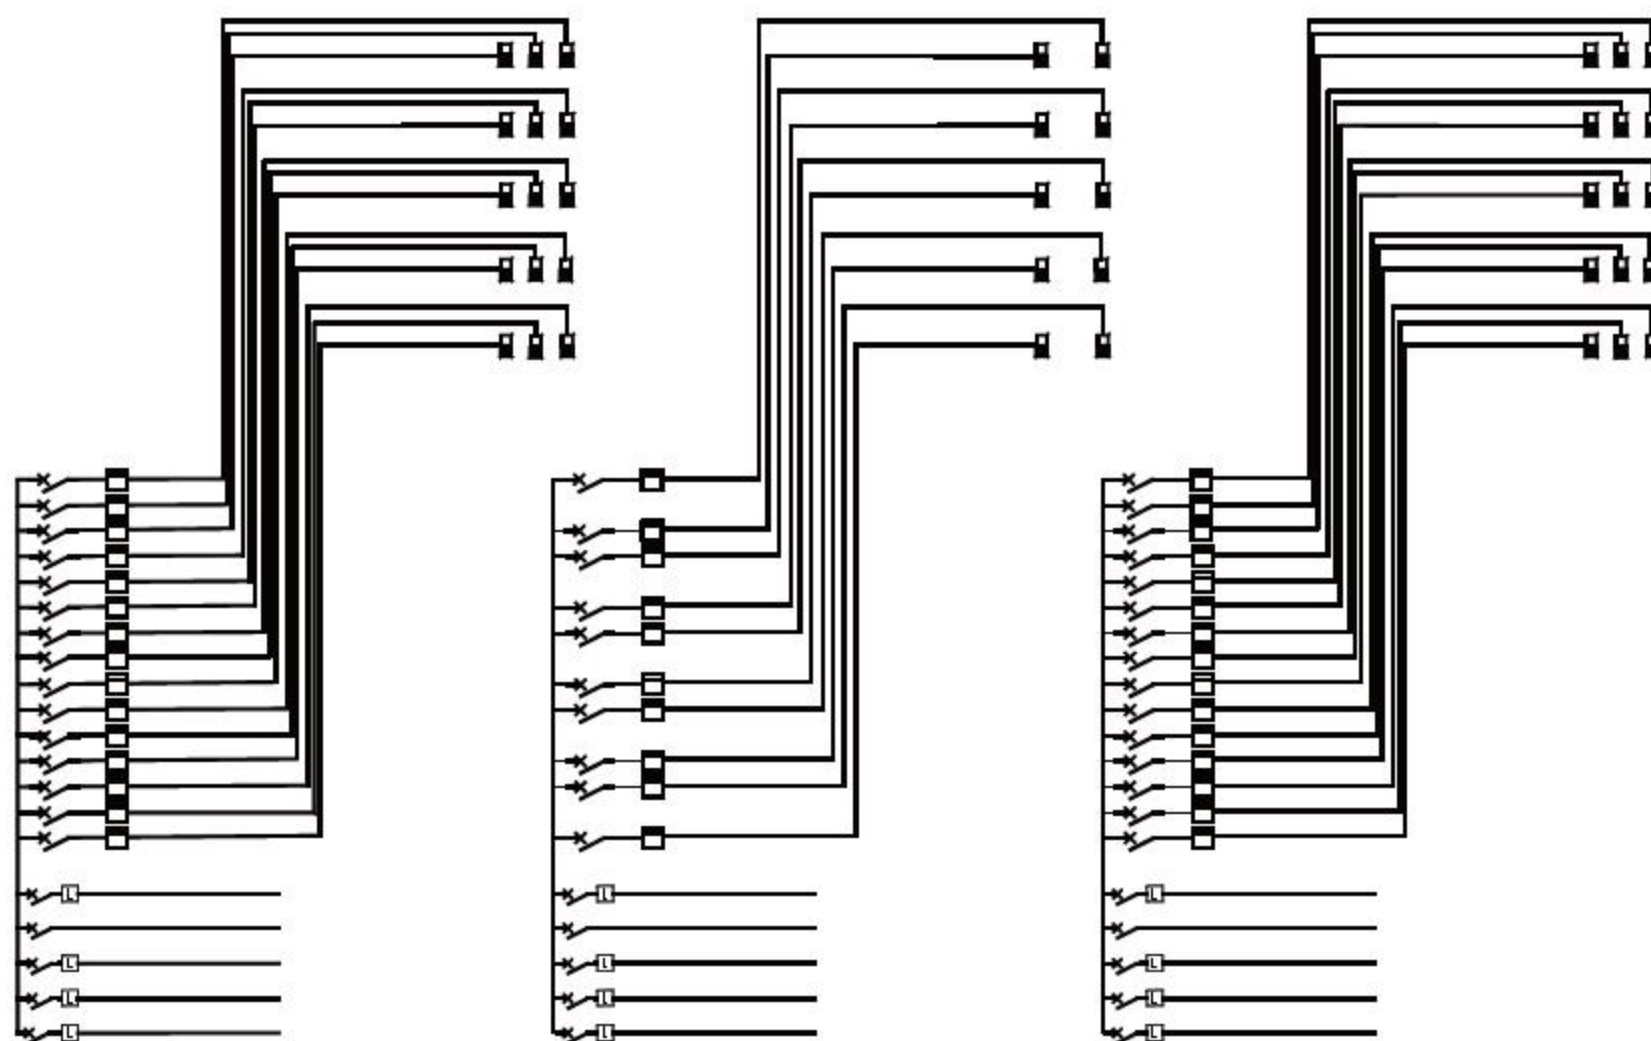

图13-8 绘制结果
**07** 使用所介绍的绘制方式，在已绘制完成的系统图右侧继续绘制照明系统线路及调入相关的电气元件，绘制结果如图13-8所示。